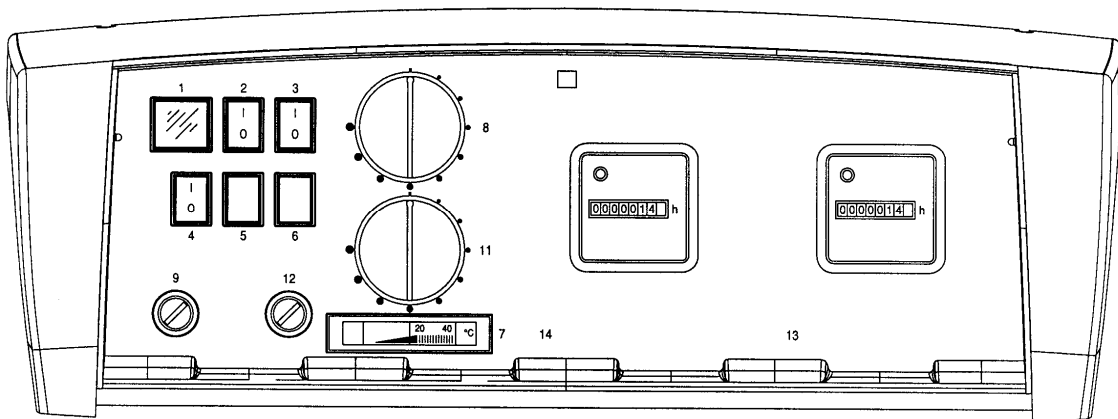

Fig. 4
3.6.1 PANNELLO COMANDO OPZIONALE REX DUAL/REX DUAL F (Fig. 4)